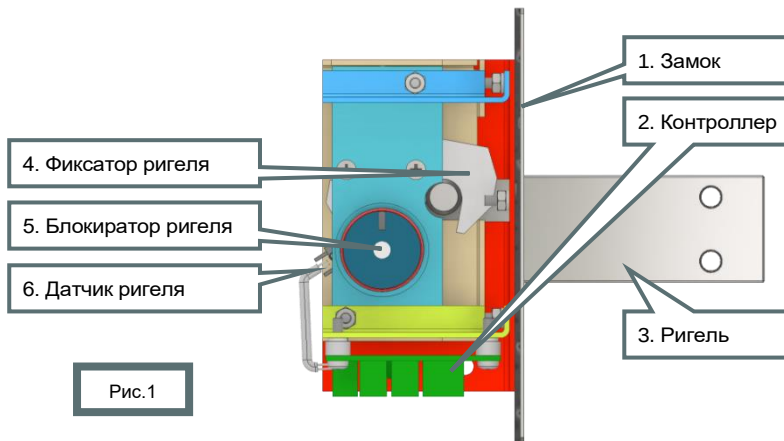

Рис.1
Замком **Promix-SM307** (рис.1-[1]) в четырёх исполнениях организуется парковочное место (п.3.3 «Описание исполнений»).
Контроллером замка (рис.1-[2]) осуществляется управление и сбор состояний механизмов замка. Используется в качестве элемента СКУД.
Ригель замка (рис.1-[3]) устанавливается на транспортном средстве. Встроенной в ригель электронной меткой транспорту задаётся уникальный идентификационный номер.
Хранение транспорта в парковочном месте осуществляется удерживанием ригеля в замке механизмом фиксации (рис.1-[4]) и механизмом блокировки (рис.1-[5]). Контроль наличия ригеля осуществляется механическим концевым датчиком (рис.1-[6]).
ZAM - +12B	Канал коммутации блокиратора ригеля (рис. 1-[5])
1. Разблокировка транспорта: силовой канал коммутации блокиратора ригеля напряжением +12В (рис.1-[5]).
3. Контроль наличия ригеля: информационный канал датчика ригеля типа «сухой контакт» (рис.1-[6]).